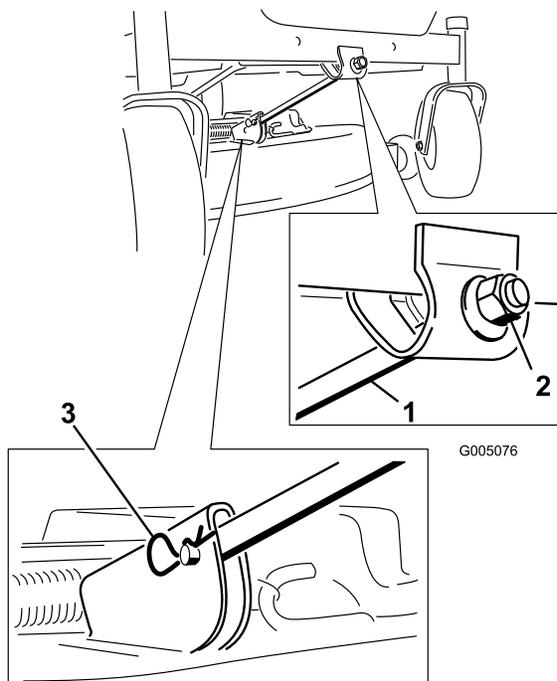

Figura 54
- Retire el pasador y la chaveta de la varilla de soporte delantera (Figura 54). Baje cuidadosamente la parte delantera de la plataforma del cortacésped al suelo.
- Conecte la varilla de soporte delantera a la plataforma del cortacésped con el pasador y la chaveta (Figura 54).